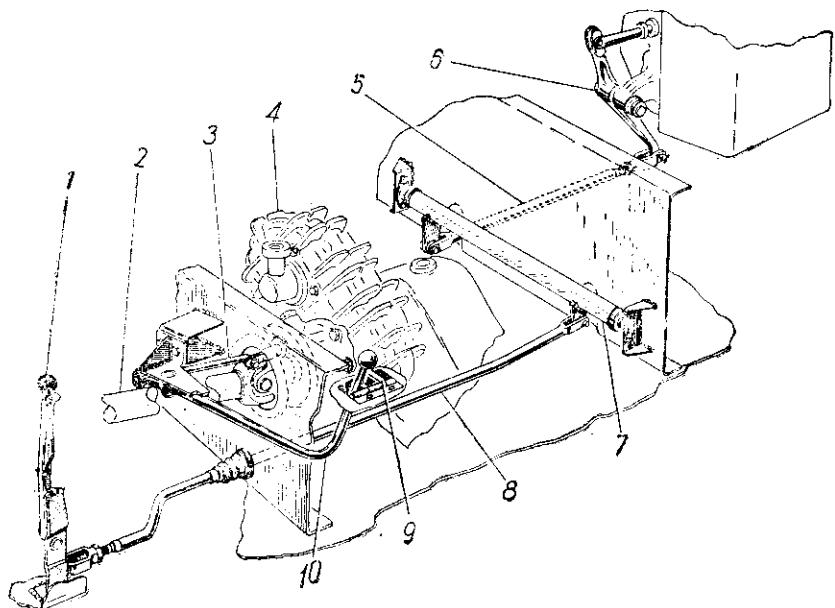

Рис. 33. Приводы переключения передач коробки отбора мощности на водомет и включения лебедки:
- поставьте рычаг 1 (рис. 33) переключения передач в среднее (нейтральное) положение и зафиксируйте его защелкой;
— вращая по резьбе вилку тяги 5 (см. рис. 33), добейтесь полного совпадения отверстий на вилке и нижнем конце рычага 6;
На переднем торце редуктора установлена коробка 1 отбора мощности на лебедку. Управление коробкой производится рычагом 10 (см. рис. 33) включения лебедки, который может фиксироваться в двух положениях: переднее — отбор выключен, заднее — отбор включен.
— поднимите упор 9 (см. рис. 33) рычага 10 включения лебедки и, перемещая рычаг 10 назад, включите коробку отбора мощности на лебедку;